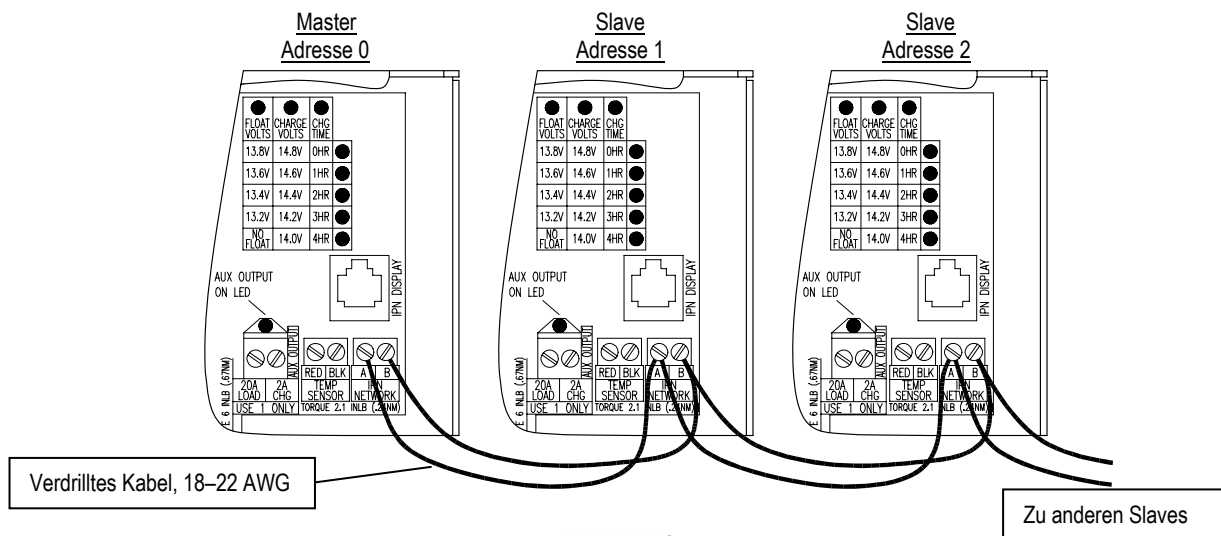

ABBILDUNG 5
Eine Kommunikationsverbindung zwischen den Reglern wird hergestellt durch Serienschaltung mittels eines verdrehten Kabels vom IPN-Netzwerkanschlussblock, Regler zu Regler (A zu A, B zu B) wie in Abbildung 5 dargestellt. Es können bis zu 8 IPN-basierte Laderegler in einem Mehrfachregler-System verbunden werden. Die Geräteadresse 0 (Null) ist der Master und 1 – 7 sind die Slaves. Der Master regelt den Ladevorgang und regelt die Aktivitäten der Slaves. Das Laderegelungs-System startet, wenn ein oder mehrere Regler PV-Eingangsspannung erhalten.
- 6) Alle Regler müssen wie in Abbildung 5 dargestellt am IPN-Netzwerk angeschlossen werden.